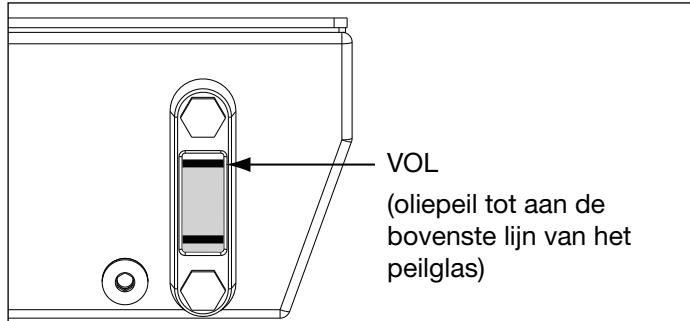

Figuur 1, Reservoir ontluchtingsdop en olievuldop
Zie Figuur 1. Voor de verzending is er een dop (A) in de ontluchtingspoort bovenop het reservoir geïnstalleerd. Voordat u de pomp gebruikt, vervang de transportdop (A) door de ontluchtingsdop (B) van het reservoir en de adapterfitting (C)..
Controleer het oliepeil van de pomp vóór het opstarten. Het reservoir is vol wanneer het oliepeil tot aan de bovenste lijn van het kijkglas staat, zoals weergegeven in Figuur 2. Indien nodig, vul olie bij door de olievuldop (D) te verwijderen van de vulbus, zoals weergegeven in Figuur 1. Gebruik Enerpac HF olie (ISO kwaliteit 32).